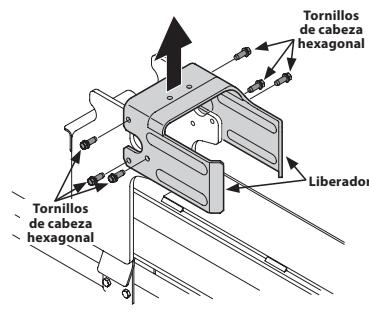

Figura 5
14. Desconecte el liberador del soporte soldado de viga retirando los seis tornillos hexagonales. Vea la Figura 5.
17. Coloque el liberador encima del montaje de la cuña y fíjelo en los soportes soldados con los elementos de ferretería que extrajo previamente. Vea la Figura 5.